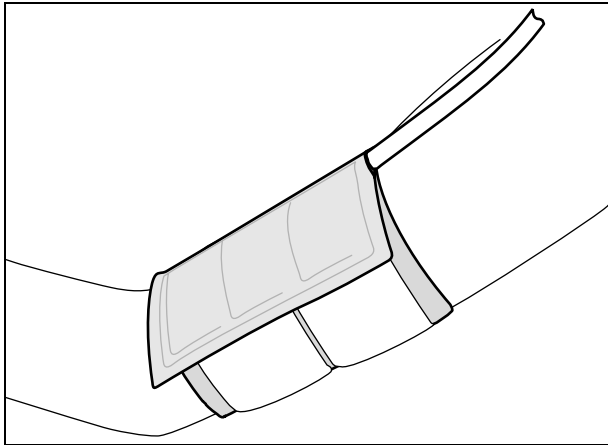

Bild 4-1. Anlegen der Manschette
- der Anschlußschlauch nach oben zur Schulter zeigt (Bild 4-1),